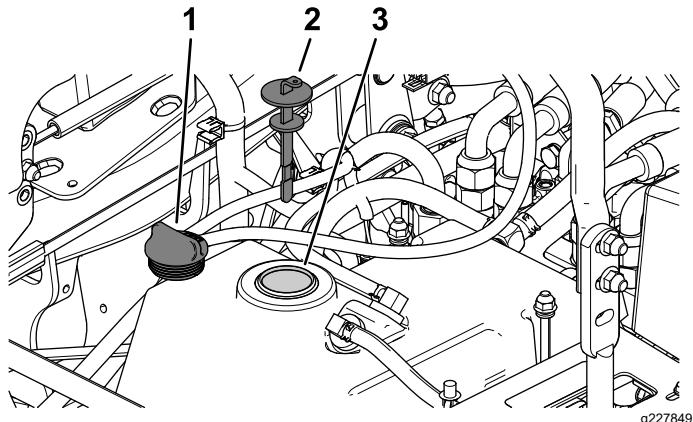

図 61
- オイルタンクのキャップを取る図 61。
- ディップスティックを抜きウェスで一度きれいに拭く(図 61)。